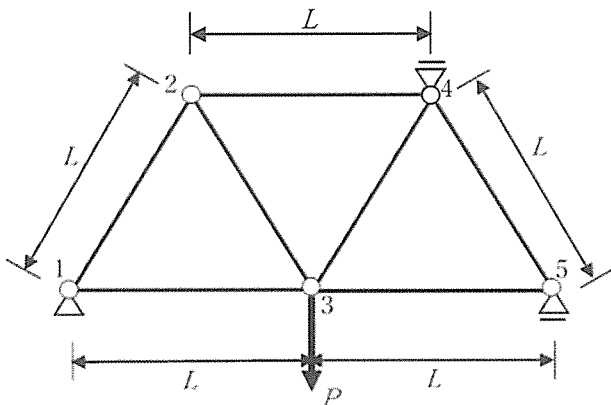

図 3
- (5) 図3のように、格点4に設置された可動ヒンジ支承の鉛直方向反力 R_4 を求めよ。